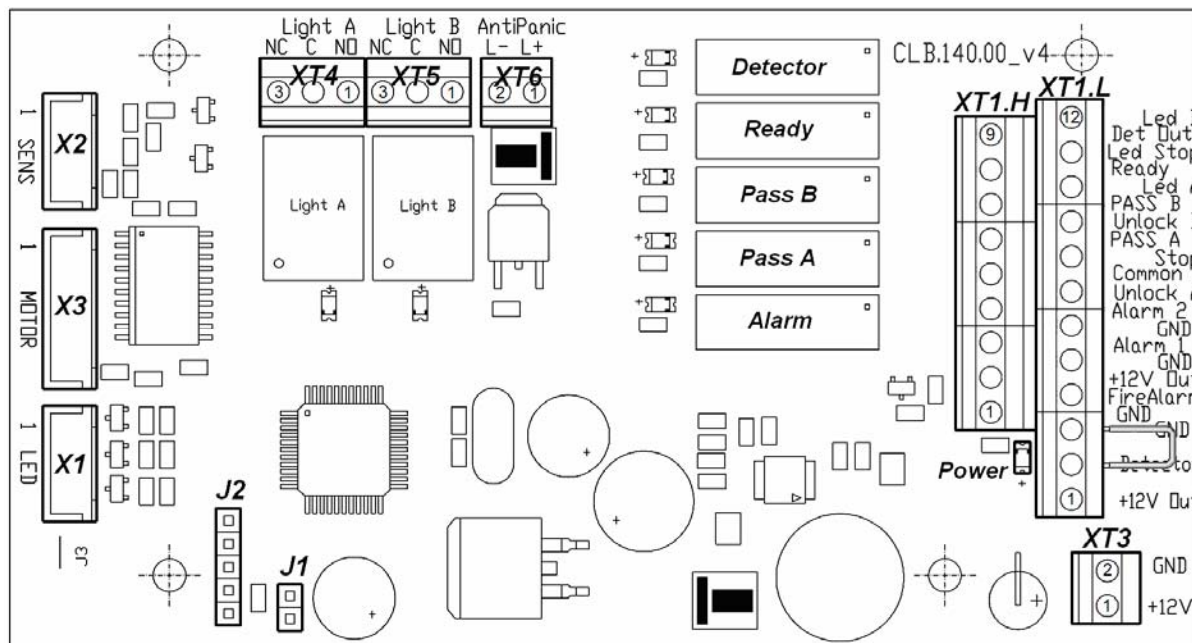

Рисунок 4. Внешний вид платы управления
Общий вид платы управления показан на рис. 4. На плате расположены:
Подключение указанных устройств производится в соответствии со схемой электрических соединений (см. рис. 4 и 12) к выносной клеммной колодке **XS1**, на которую выведены контакты с клеммных колодок **XT1.L** и **XT1.H** платы управления. Подключение осуществляется с помощью кабеля (14).
Факт срабатывания/отпускания реле *PASS A*, *PASS B*, *Ready*, *Detector* и *Alarm* можно определить по загоранию/ гашению красных индикаторов, которые установлены вблизи указанных реле (см. рис. 4).
Режим управления определяется наличием перемычки на разъеме **J1** на плате управления. Расположение разъема показано на рис. 4 и на наклейке, расположенной на внутренней поверхности крышки турникета (2). Перемычка установлена – импульсный режим управления, перемычка снята – потенциальный режим управления. При поставке перемычка установлена.
Подключение ДКЗП производится к контактам, клеммной колодке **ХТ1.L**, а сирены – к клеммной колодке **ХТ1.H** платы управления согласно схеме электрических соединений (см. рис. 4 и 12).
На контакты *Det Out* и *Common* клеммной колодки **ХТ1.H** платы управления (см. рис. 4) всегда транслируется сигнал о текущем состоянии ДКЗП.
Подключение устройства *Fire Alarm*, производится в соответствии со схемой электрических соединений (см. рис. 4 и 12) к контактам *Fire Alarm* и *GND* выносной клеммной колодки **XS1**, на которую выведены контакты с колодки **XT1.L** платы управления. Если вход *Fire Alarm* не используется, то необходимо установить перемычку между контактами *Fire Alarm* и *GND*. При поставке данная перемычка установлена. Работа турникета по командам устройства *Fire Alarm* описана в разд. 5.10.
Выносные индикаторы подключаются на клеммные колодки **XT4 (Light A)** и **XT5 (Light B)**. При этом реле *Light A (Light B)* активизировано (на его обмотку подано напряжение), когда горит соответствующая данному направлению прохода зеленая стрелка на блоке индикации, и нормализовано (на его обмотку напряжение не подано), когда соответствующая данному направлению прохода зеленая стрелка на блоке индикации не горит. Факт срабатывания/ отпускания реле *Light A* и *Light B* можно определить по загоранию/ гашению красных индикаторов, которые установлены вблизи указанных реле (см. рис. 4).